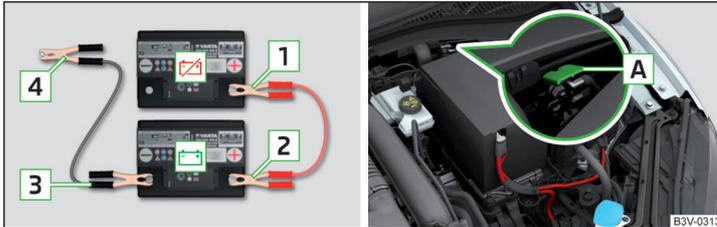

Abb. 332 Starthilfe: - entladene Batterie, - stromgebende Batterie / Massepunkt des Motors beim START-STOPP-System
- Bei Fahrzeugen mit dem START-STOPP-System die Klemme am Massepunkt des Motors befestigen » Abb. 332.